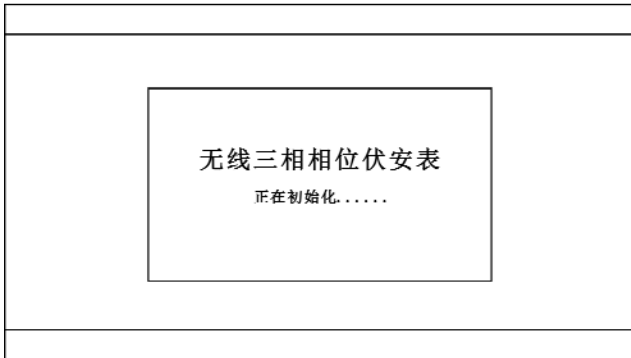
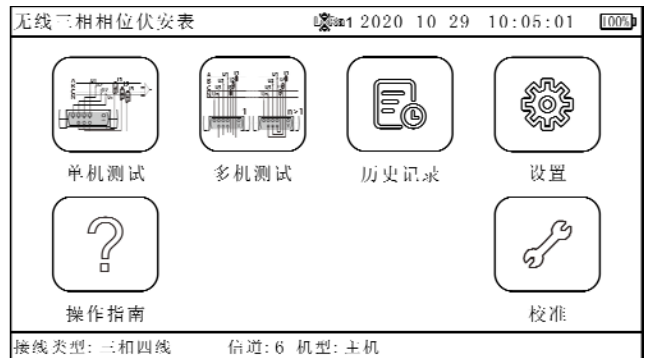

图 5
图 6
(1) 开机。仪表在关机状态下，按一下开机键，仪表上电，进入开机界面，如图 5 所示。初始化完成（约 10 秒）切换到主菜单界面。仪表开机进入主菜单界面后，只需点击相应的功能图标，就可以进入相应的功能选项（校准功能属于我司校准人员使用，对用户不可用）。如图 6 所示。